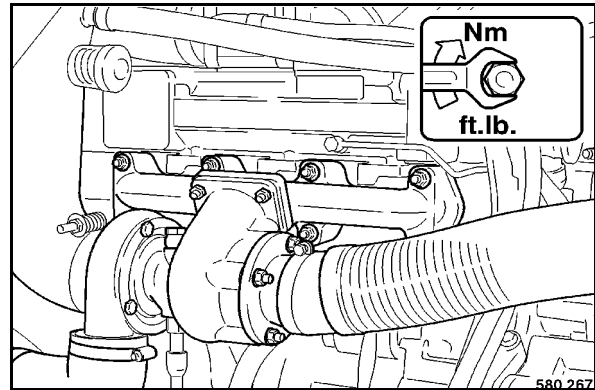

fig. 161
- Resserrer les vis de fixation des tubulures d'admission et d'échappement (fig. 161) aux têtes de culasse.